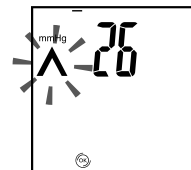

Рис.13
3. Раздастся звуковой сигнал и начнется быстрое нагнетание воздуха в манжету. При этом замигает символ «^» и выводимое на дисплей значение будет увеличиваться (рис.13). Нагнетание прекратится на оптимальном уровне благодаря алгоритму Fuzzy Inflation.